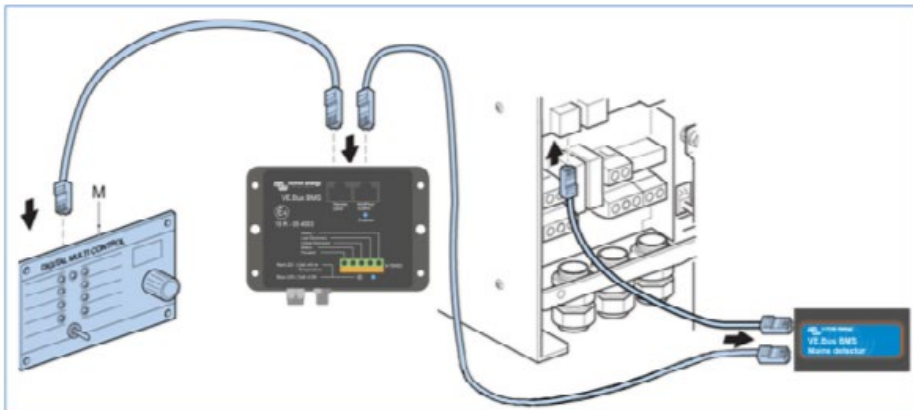

Figura 4: Connessioni VE.Bus
9. Utilizzare un cavo di rete RJ45 UTP corto per collegare il Rilevatore CA a una delle due prese VE.Bus nel Multiplus o Quattro (vedere figura 4).